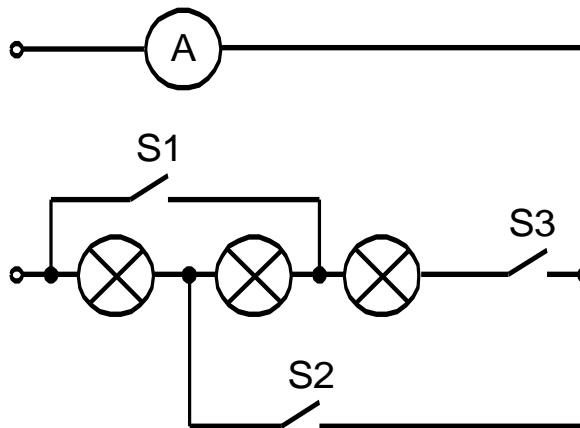

Рис.1
21. До електричного кола прикладена напруга 6,3 В. Кожна лампа споживає струм 0,26 А при напрузі 6,3 В. Які вимикачі S потрібно включити, щоб на повну потужність світила одна лампа? Яка при цьому буде сила струму в проводах, що підводять струм? (Рис.1).